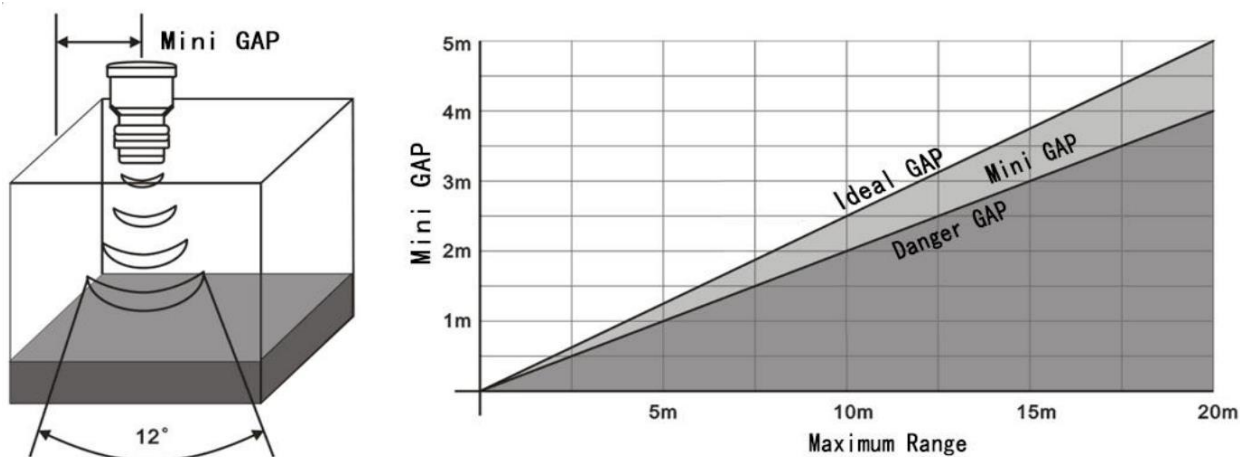

Рисунок 4
6.1.4 Если измеряемая жидкость имеет сточные воды, примеси на плаву или колебания, используйте волновод, а диаметр волновода должен превышать 120 мм. Рисунок 4.